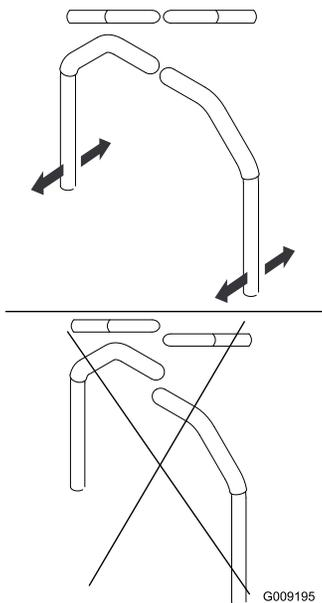

Figure 65
4. Réglez l'alignement avant/arrière des leviers en les plaçant simultanément à la position POINT MORT, puis faites-les coulisser jusqu'à ce qu'ils soient alignés et resserrez les boulons (Figure 65).